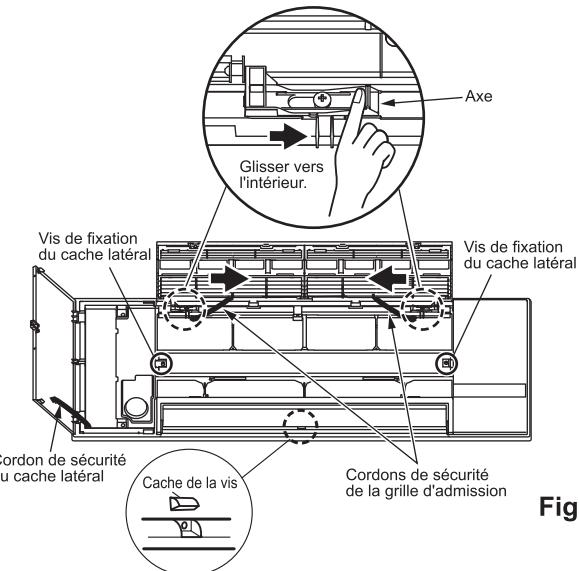

Fig. 3
- Glissez les 2 axes vers l'intérieur et retirez la grille d'admission des axes. (Fig. 3)
- Retirez les cordons de sécurité de la grille et retirez la grille d'admission. (Fig. 3)
- Ouvrez les caches latéraux G/D et retirez les cordons de sécurité de la grille, puis retirez les caches latéraux. (Fig. 3)
- Retirez le cache de la vis située au centre de la grille. (Fig. 3)